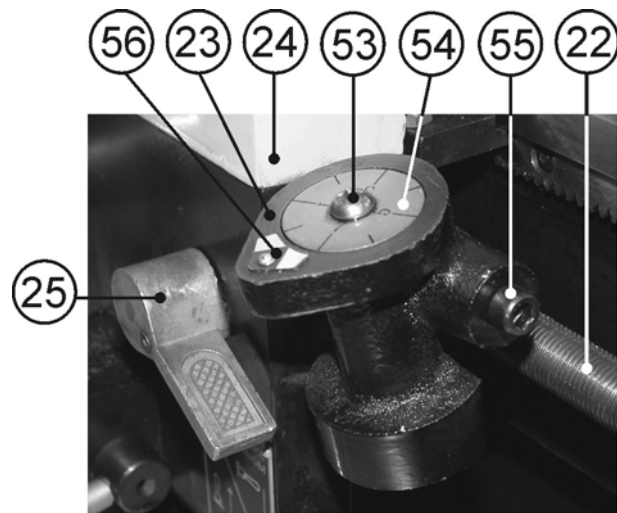

Рис.20
10.7.7. Включите станок (п.10.2). Подведите резец (35) к началу предполагаемой резьбы. Маховиком подачи поперечного суппорта (28) установите глубину резания, не превышая 0,2 мм за один проход (описано выше в п.10.3). Опустите вниз ручку управления разьёмной гайкой ходового винта (25), Рис.20. Ручкой переключения направления автоматической подачи (1), Рис.18, установите необходимое направление автоматической подачи и начните нарезание резьбы.
Ручку управления разьёмной гайкой ходового винта (25) при выполнении операции нарезания резьбы не переключать до конца изготовления резьбы, Рис.20.
10.8. Индикатор нарезания резьбы (Рис.20)
10.8.6. Маховиком подачи поперечного суппорта (28), Рис. 2, установите глубину резания, не превышая 0,2 мм за один проход. Опустите вниз ручку управления разъемной гайкой ходового винта (25) и начните нарезание резьбы, Рис.20.
10.8.7. По мере приближения резца к концу резьбы отведите резец, используя маховик подачи поперечного суппорта (28), Рис. 15. Поднимите вверх ручку управления разъемной гайкой ходового винта (25), Рис.20. Вращая маховик ручной подачи каретки (29), Рис.15, отведите каретку назад к началу нарезания резьбы. Наблюдайте за вращающимся диском (54) индикатора нарезания резьбы (23). По мере совмещения метки (56) на корпусе индикатора нарезания резьбы (23) и ранее выбранного Вами по таблице 5 числа индикаторного диска (54), резко опустите вниз ручку управления разъемной гайкой ходового винта (25) (начните нарезание резьбы). Повторяйте цикл нарезания резьбы до окончательных размеров.